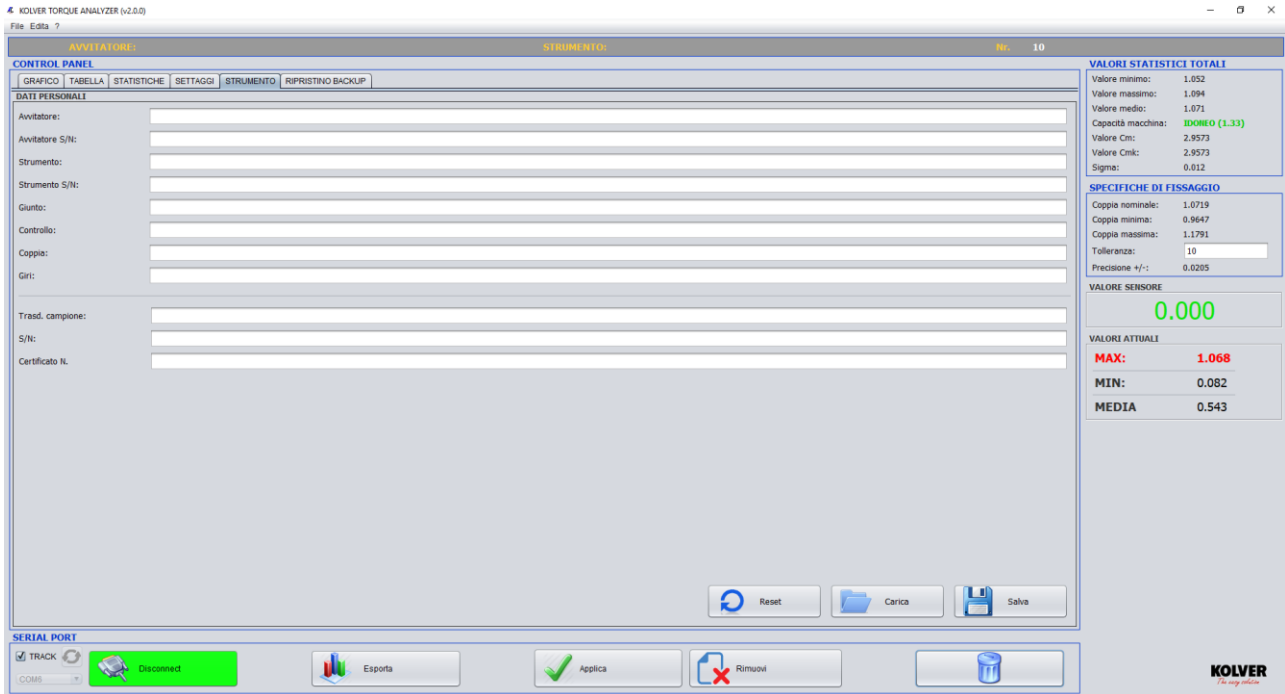

Fig.8: Sezione "STRUMENTO".
E. STRUMENTO: In questa sezione si possono inserire tutti i dati relativi al sistema di misura utilizzato nei test di coppia con la possibilità di salvarli e caricarli qualora fosse necessario, (Fig.8).